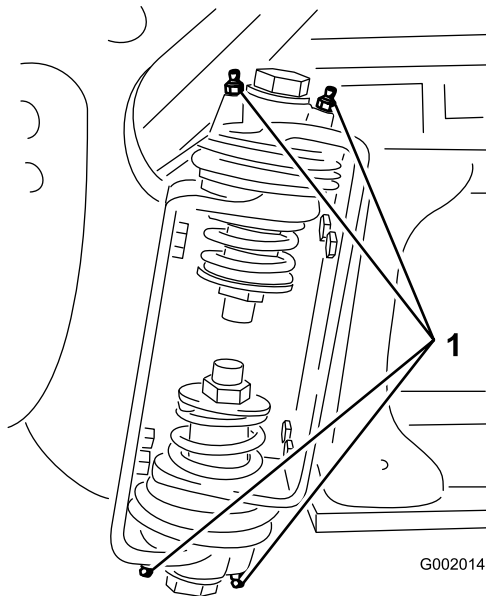

Figura 102
2. Bombée grasa en el cojinete o casquillo de cada punto de engrase **Figura 102**.